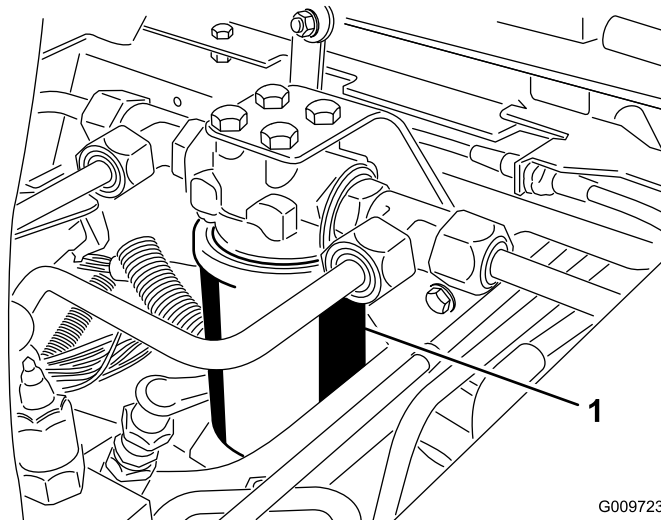
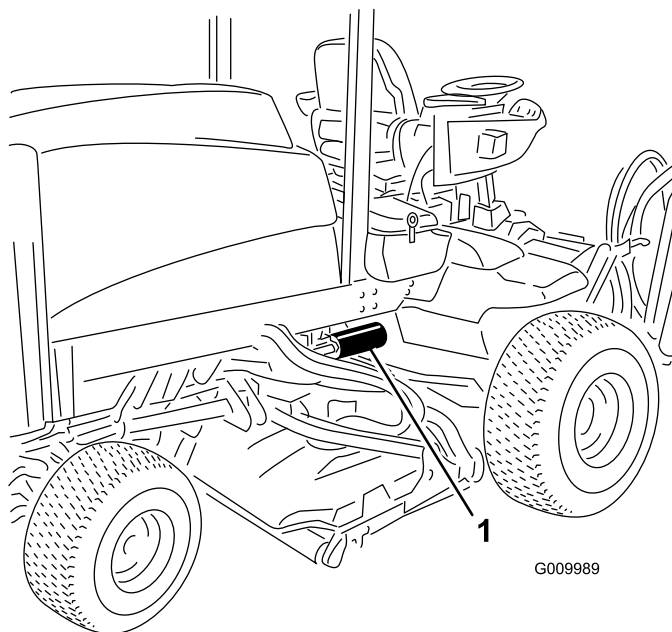

Figura 54
Figura 55
2. Limpe a zona em torno da montagem do filtro. Coloque um recipiente de escoamento debaixo do filtro e retire o filtro (Figura 54 e Figura 55).